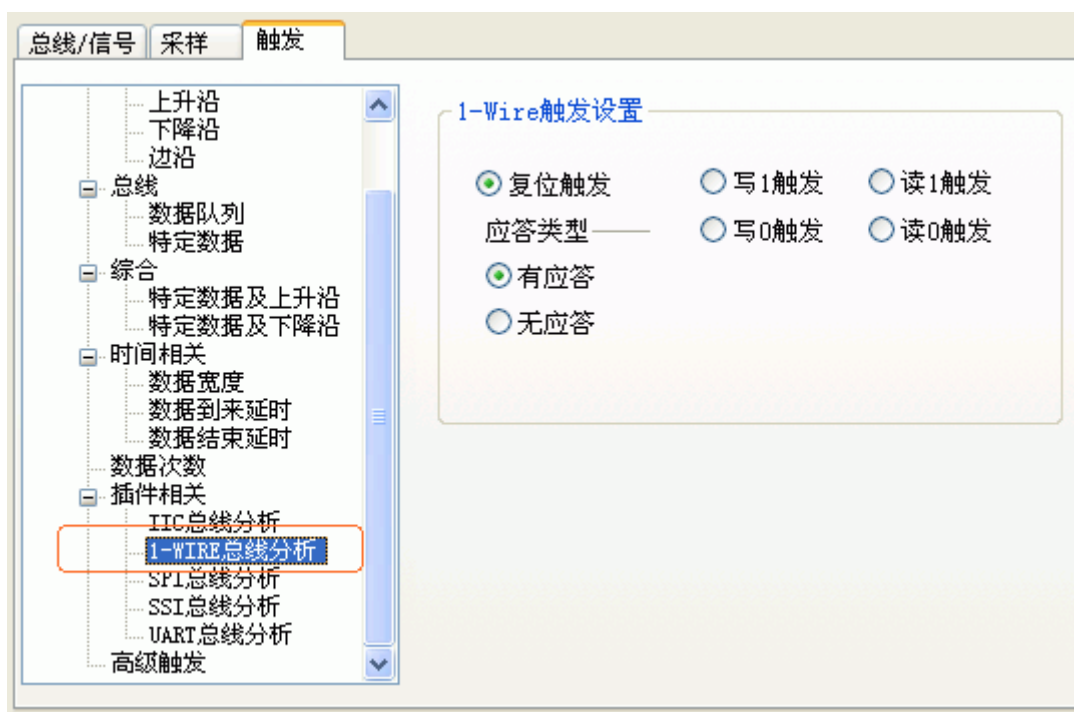

图 10.3 选择 1-Wire 插件触发设置
2. 选择菜单中【设置】-【触发】选项，弹出“触发设置界面”。会看到在“插件相关”下添加了“1-Wire总线分析”一项，选择该项，将会出现1-Wire触发设置界面。如图 10.3 所示。默认的触发条件是1-Wire器件的应答信号的复位时隙。